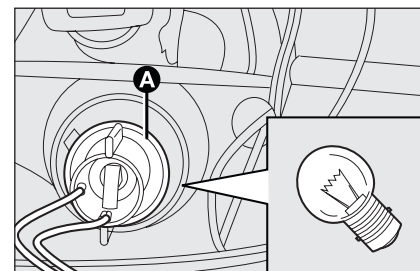

fig. 23
- ☐ gire hacia la izquierda el portalámparas **A**-fig. 23 y sáquelo;